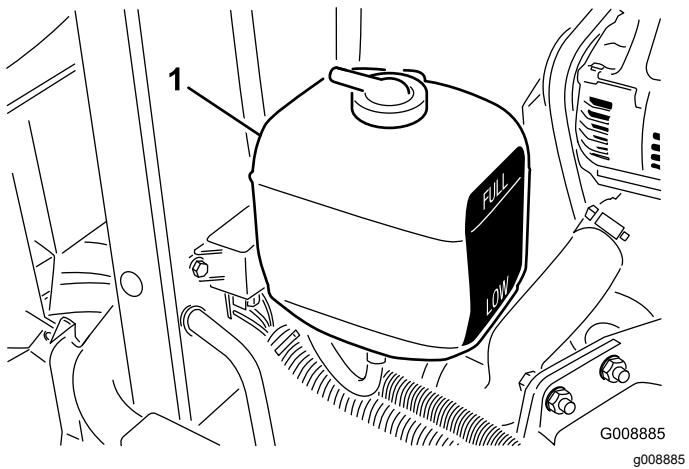

Рисунок 29
- Проверьте уровень охлаждающей жидкости в расширительном бачке (Рисунок 29). При холодном двигателе уровень охлаждающей жидкости должен находиться приблизительно посередине между отметками на боковой стенке бачка.